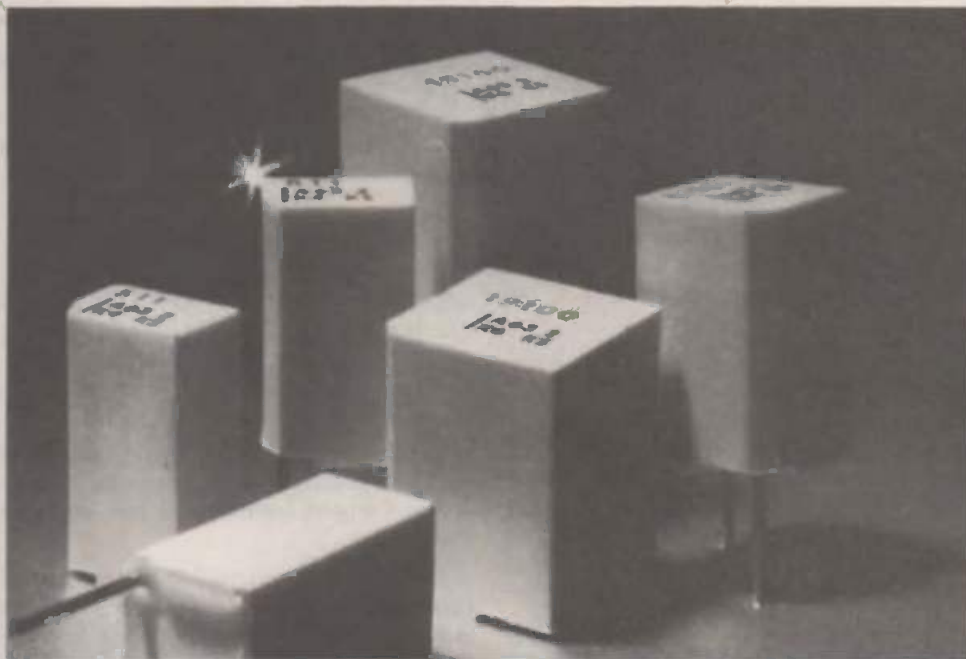

Fig. 4. – Condensateurs professionnels au polystyrène en boîtiers époxy (modèles CPS-RTC).
– Modèles professionnels en boîtiers époxy (fig. 4).